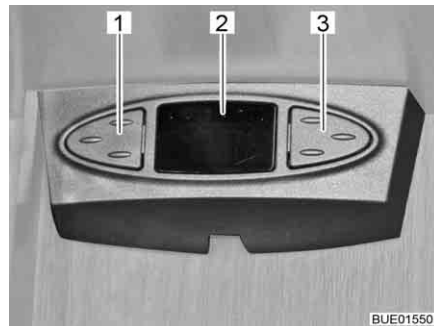

Fig. 23 Souris sat
Suivant le modèle, l'antenne parabolique est équipée d'une souris sat. L'affichage (Fig. 23,2) de la souris sat indique la chaîne réglée. Les deux touches servent à la commande des fonctions de base de l'antenne parabolique (changement de chaîne, allumer/éteindre).
- Choisir la chaîne précédente dans la liste de chaînes : Appuyer sur la touche gauche (Fig. 23,1).
- Choisir la chaîne suivante dans la liste de chaînes : Appuyer sur la touche droite (Fig. 23,3).
- Passer de radio à TV et inversement : Appuyer brièvement en même temps sur les touches (Fig. 23,1 et Fig. 23,3).
- Allumer/éteindre le récepteur : Appuyer en même temps sur les touches (Fig. 23,1 et Fig. 23,3) et les maintenir pressées.